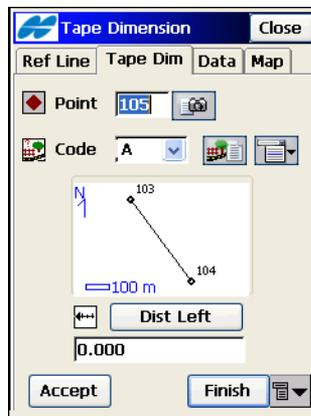

Abbildung 8-32. Umriss: Register „Umriss“
3. Geben Sie auf dem Register *Umriss* die Parameter für die Messung ein: Namen und Code des gemessenen Punktes sowie Richtung (links oder rechts von der letzten Linie) und Entfernung vom letzten Punkt (Abbildung 8-32).
- Um den ersten und letzten Punkt mit einer Linie zu verbinden, tippen Sie auf **Ende** und wählen dann im Menü *Polygon schließen* (Abbildung 8-32 auf Seite 8-31).
- Um die Klaffe zwischen dem ersten und letzten Punkt zu berechnen, tippen Sie auf **Ende** und wählen dann im Menü *Abschl. berechnen* (Abbildung 8-32 auf Seite 8-31).